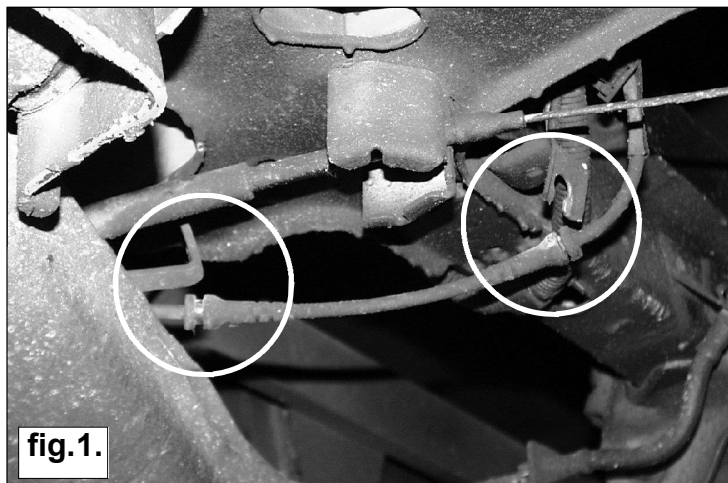

fig.1.
1. Maak de twee bevestigingen van de kabel van de remblokslijtage indicator aan de achteras los i.v.m. het uit de veren heffen van de auto. (Zie fig. 1.)
1. Loosen the cable of the brake indicator from the axle. See fig.1.